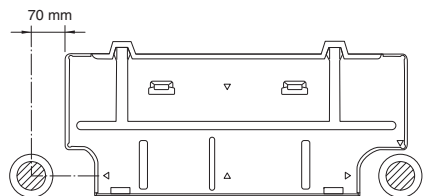

Fig. 3-34
- (1) Coloque o painel traseiro da unidade interior na parede, na localização seleccionada. Certifique-se de que o painel esteja na horizontal utilizando um nível de carpinteiro ou fita métrica para medir a distância desde o tecto. Espere até que a abertura seja cortada antes de instalar o painel traseiro na parede.
- (2) Determine o lado da unidade que deve cortar a abertura para a tubagem e cablagem. (Fig. 3-34)
No caso da tubagem traseira esquerda, utilize pontos de medição desde o bordo do painel traseiro para uma colocação precisa da saída do tubo flexível. (Fig. 3-34)